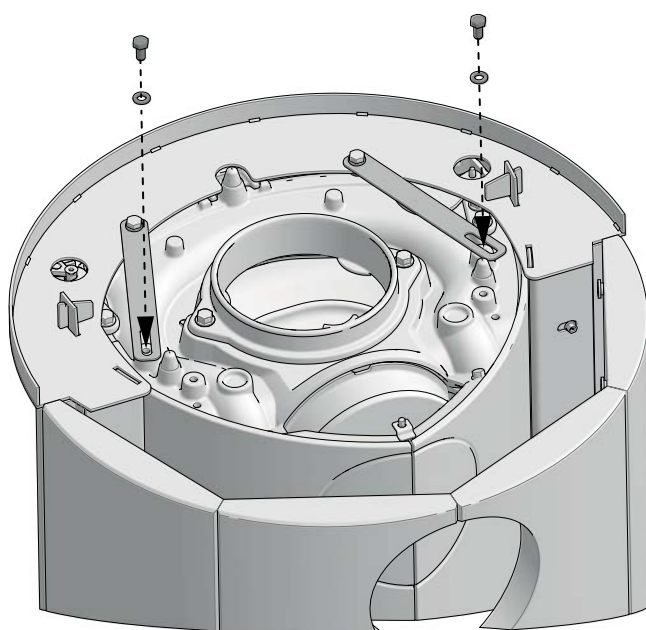

Fig. 17
15. Platzieren Sie den zweiteiligen oberen Stein (18), **Abb. 17**.
14. Platzieren Sie den zweiteiligen oberen Stein (18), **Abb. 17.**